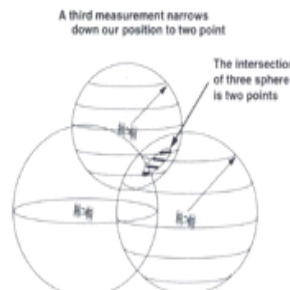

图 3
③增加第三个卫星时，则该点落在三个球面相交的 2 个点（如图 3），此时只能得出一个点的经纬度，无法得到高程，属于二维。